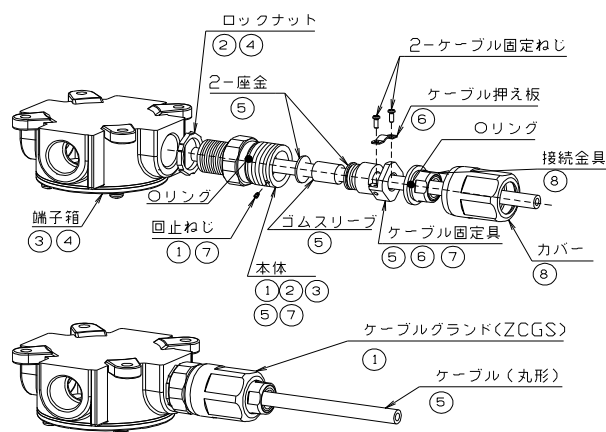

図2
(図2：ZCGS-22B(星和電機製)の例です)
- ① ケーブルグラントを図2のように分離し、ケーブルをケーブルグラントに「カバー、接続金具、ケーブル固定具、座金、ゴムスリーブ、座金、本体、ロックナット」の順に通してください。